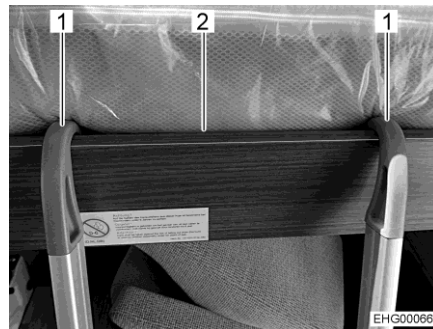

Bild 103 Aufstiegsleiter (Hubbett)
- Die Aufstiegsleiter mit den beiden Bügeln (Bild 103,1) in die Bettumrandung (Bild 103,2) am Hubbett einhängen. Beim Einhängen darauf achten, dass die Bügel an den innenliegenden Fixierungen anliegen. Damit ist ein seitliches Verschieben der Aufstiegsleiter ausgeschlossen.
- Die Aufstiegsleiter (Bild 103,1) aushängen.